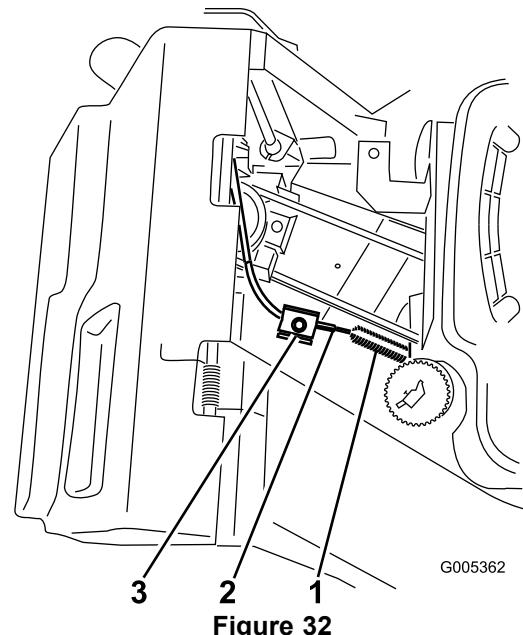

Figure 32
5. Desserrez la vis du serre-câble jusqu'à ce que la gaine du câble puisse coulisser (Figure 32).